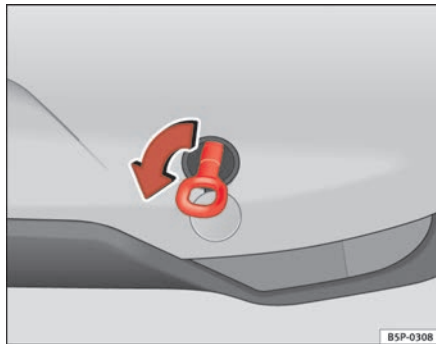

Abb. 208 Einschrauben der Abschleppöse hinten
- Die Abschleppöse nach *links* in die vom Pfeil gezeigten Richtung einschrauben ⇒ Abb. 208.